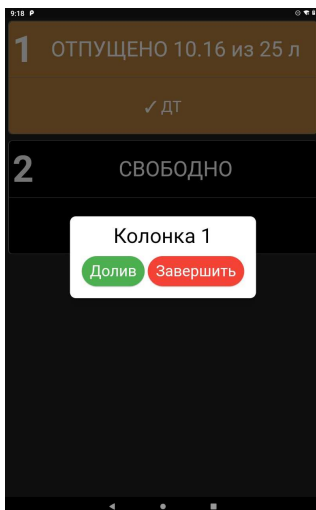

Рисунок 20
– на главном экране приложения будет отображено количество отпущенного топлива на момент останова. Для завершения налива необходимо нажать на строку данной стороны ТРК и выбрать "Завершить", для продолжения отпуска топлива выбрать "Долив" (рисунок 20).